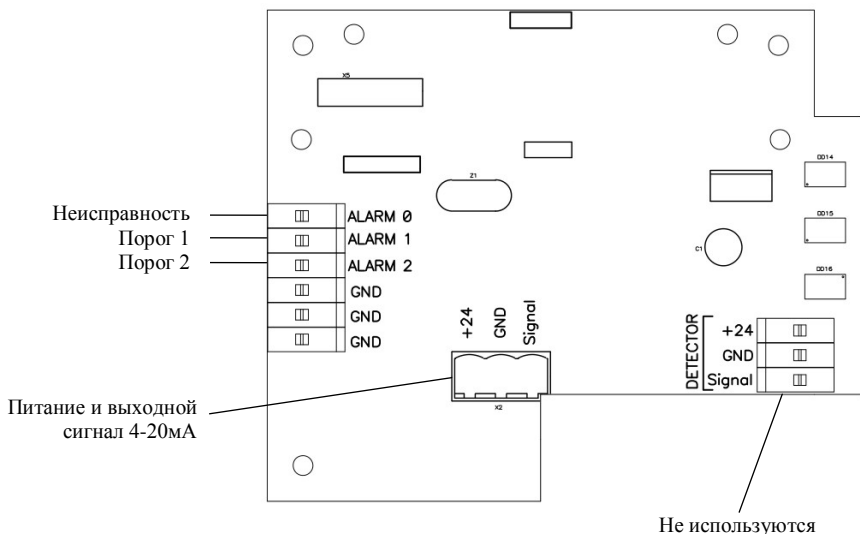

Рис.2 Чертеж основной печатной платы
2.3. ГС имеет три выходных управляющих сигнала: **Порог1**, **Порог2** и **Неисправность**. На основной печатной плате **Порог1** имеет маркировку ALARM1, **Порог2** – ALARM2, **Неисправность** – ALARM0 (см. рис.2).
- пропустить конец кабеля с зачищенными проводами через гермоввод и закрепить провода в клеммной колодке на основной печатной плате в строгом соответствии с маркировкой контактов, указанной на основной печатной плате (см. рис.2).